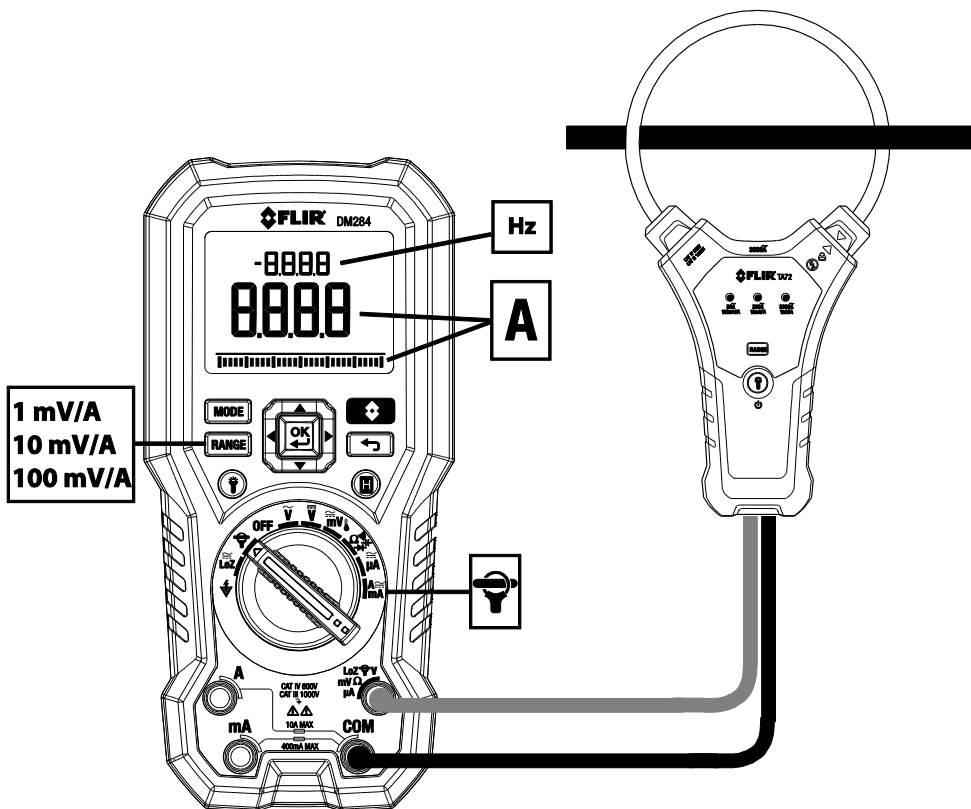

Fig. 7-12 Anvendelse af FLEX-klemme
2. Tilslut en klemmeadapter som vist i **Fig. 7-12**.